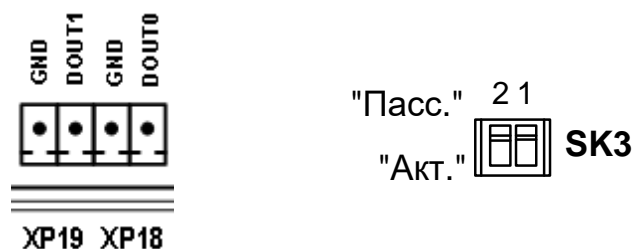

Рис.11. Маркировка коммутационных элементов дискретных выходов.
6.4.4.2. Маркировка коммутационных элементов дискретных выходов DOУ0, DOУ1 показана на рис.11.